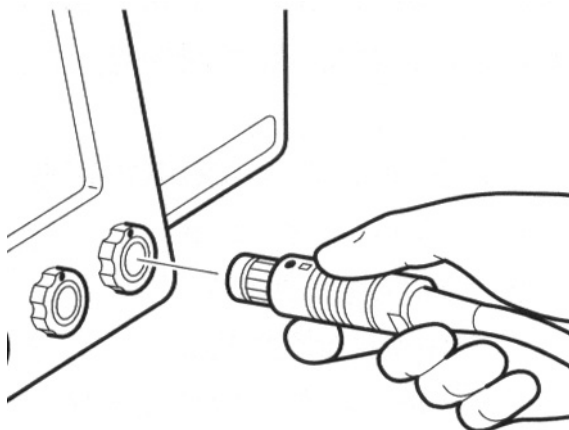

Figure 2 : Raccordement de la pièce à main à la console
2. Enfoncer doucement le connecteur de câble dans l'entrée. Il va se verrouiller à l'emplacement prévu (voir figure 2). (Pour déconnecter le câble, tenir le connecteur et le tirer par le collet.)